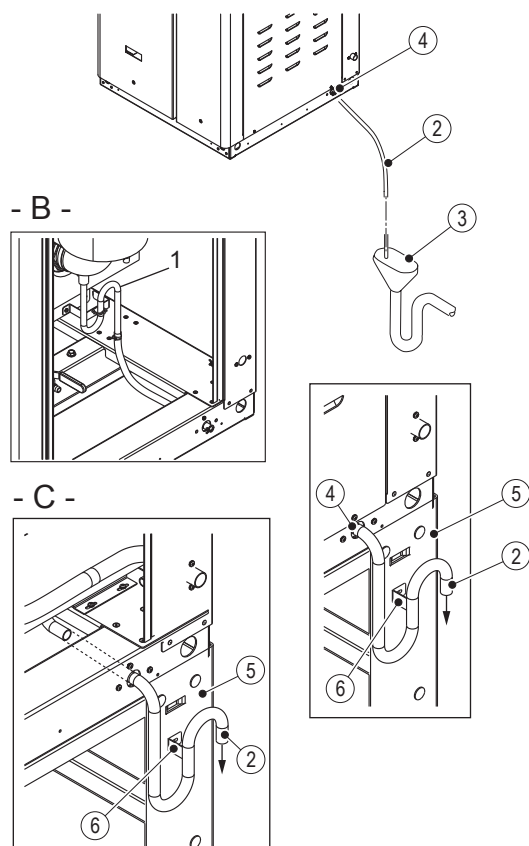

Fig. 13: Rookgasafvoercondesleiding voor CS-modellen (A - GS 23-45, B - GS 65, C - GS 90-260)
De rookgascondensafvoer moet worden uitgevoerd volgens Fig. 13 op pagina 33 en de geldende lokale voorschriften.
- Installeer de condensafvoerslang (alleen CS-modellen) en maak deze vast met een slangklep – zie Fig. 13 op pagina 33. De afvoerslang moet geschikt zijn voor een temperatuur van 100 °C hebben. Sluit de afvoerslang aan op een condensneutralisatieapparaat, indien de lokale voorschriften dit vereisen, voordat u de slang op een afvoer aansluit.